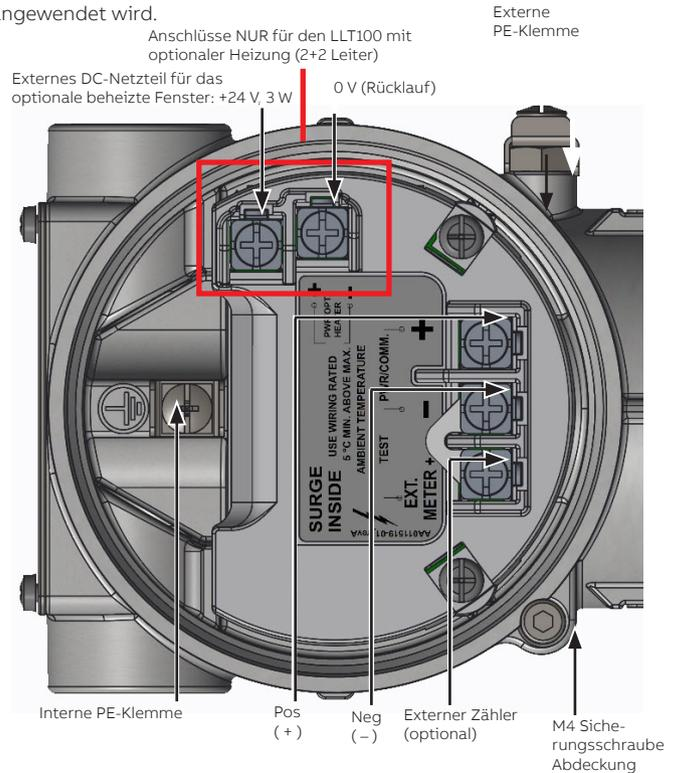

Abb. 5 LLT100 Anschlussraum (Rückseite des LLT100 Geräts, mit abgenommener Abdeckung)
Beide Seiten des Elektronik-Gehäuses besitzen eine M4 Sicherungsschraube (Innensechskantschraube) an der Unterseite (siehe Abb. 5).
Schutzerdungsklemmen (PE) sind an der Innen- und Außenseite des Gerätegehäuses verfügbar (siehe Abb. 5 auf Seite 9). Diese Klemmen sind elektrisch verbunden.